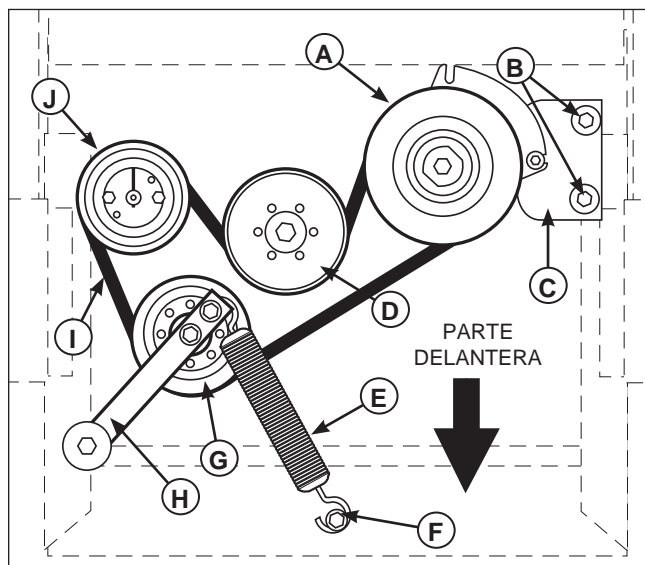

Figura 23. Correa de empuje de la bomba (S/N: 2015675570 y abajo)
3. Retire los pernos de anclaje del embrague (B, figura 23) que fija el cojinete de anclaje del embrague (C) al anclaje.
5. Presione hacia delante el brazo secundario libre y saque el resorte de tensión de la correa desde el perno de anclaje del resorte (F).